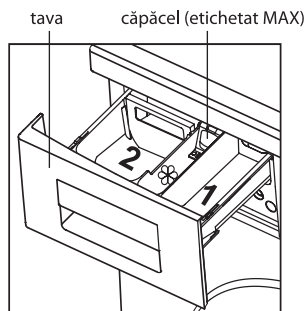
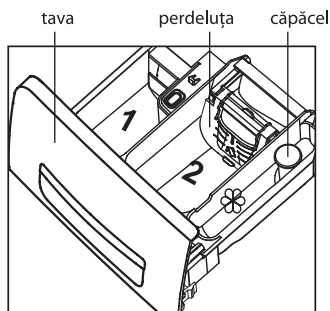
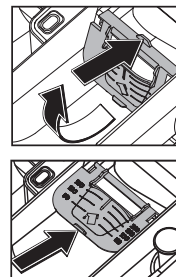

Figura 14
Figura 15
Figura 16
6.2.6 Înainte de a utiliza detergenti sub formă de pulbere în tava așa cum se arată în Figura 15, trebuie să deschideți declanșatorul așa cum se arată în Figura 16: apăsați pe fila pe ea și transferați-o în poziție orizontală, apoi împingeți pana la capat în direcția indicată de săgeată.
6.2.7 Când alegeți funcțiile suplimentare , , se recomandă să utilizați numai detergenți praf, care sunt plasate în împărțiturile 1 și 2, în conformitate cu Figura 14, 15.
În mașina cu o tavă așa cum se arată în Figura 15, înainte de a utiliza detergentul lichid este necesar a transfera declanșatorul în poziție verticală: împingeți-l spre sine pana se oprește și lasați.
6.2.9 Supradozajul substanțelor de tratament special în împărțitura  (mai sus de MAX marcat pe capac așa cum se arată în Figura 14 sau eticheta de pe partea laterală a împărțiturii, în conformitate cu Figura 15), precum și intrarea lor în împărțitura vecină reduce calitatea de spălare.